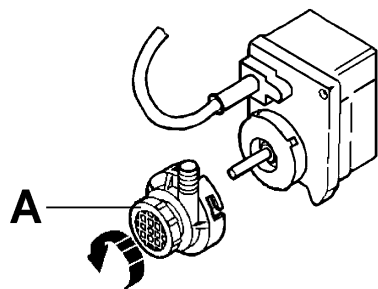

Fig.18
- 4) Skru pumpefilteret "A" (Fig.18) af, og rengør om nødvendigt.